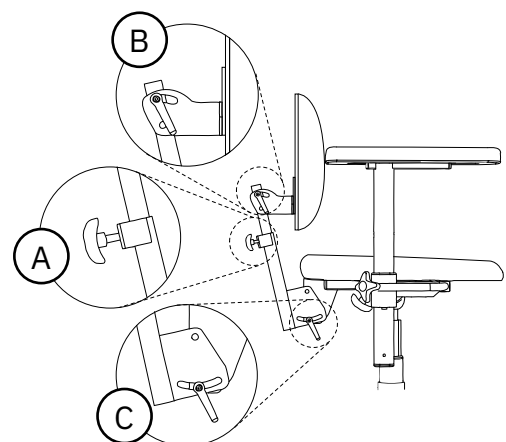

Abb. 5.26. Rückenlehnenmechanismus Standard.
Bei der Standard-Ausführung können die Höhe (A), der Winkel der Rückenlehne (B) und der Winkel der Rückenlehnenfunktion (C) eingestellt werden, siehe Abb. 5.26. Die Rückenlehnenfunktion erlaubt eine Neigung der Rückenlehne von bis zu 15° nach vorn und 30° nach hinten.